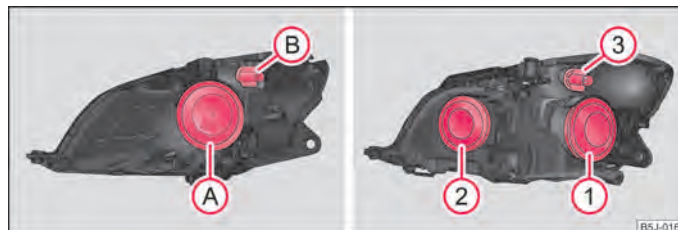

Abb. 157 Einbaulage der Lampen: Halogen-Scheinwerfer / Halogen-Projektorscheinwerfer
- Nehmen Sie die Schutzkappe ab **A** ⇒ Abb. 157.
- Nehmen Sie die Schutzkappe ab **1** ⇒ Abb. 157.
- Nehmen Sie die Schutzkappe ab **2** ⇒ Abb. 157.
- Drehen Sie die Fassung **(B)** ⇒ **Abb. 157** bzw. die Fassung **(3)** nach links und nehmen Sie diese zusammen mit der Glühlampe für Blinklicht heraus.
- Nehmen Sie die Schutzkappe ab **(A)** bzw. **(2)** ⇒ **Abb. 157**.